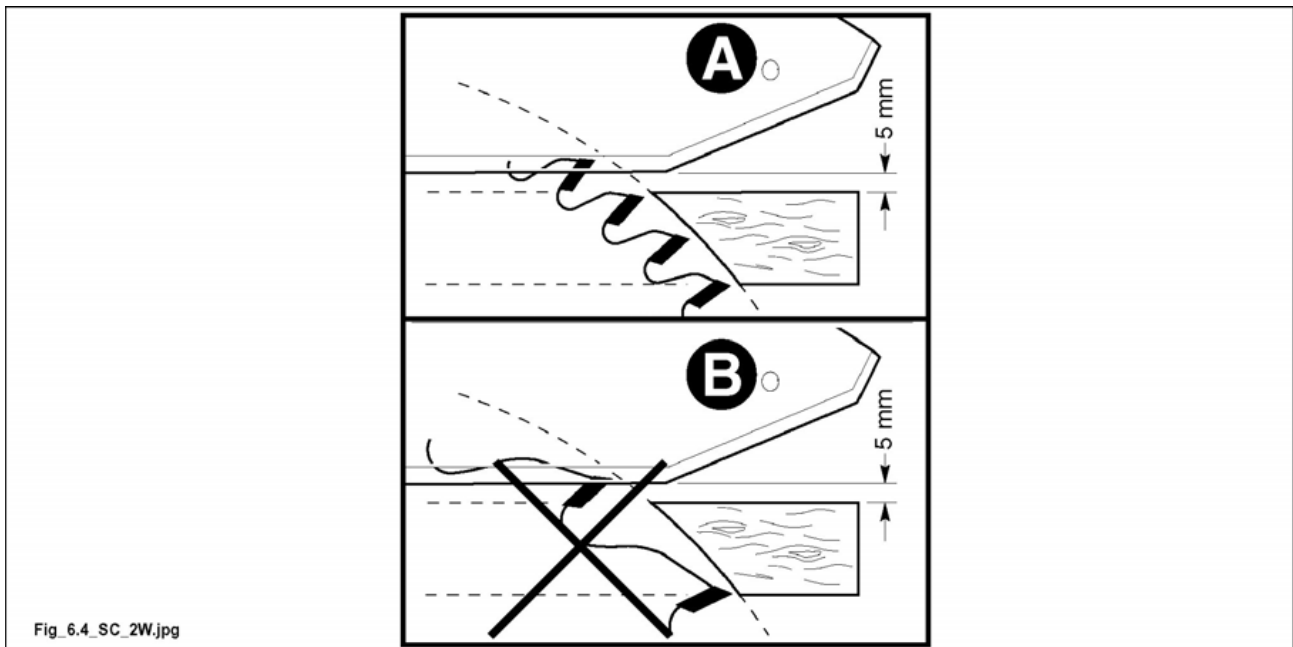

Fig. 6.4
- När man väljer tandning ska man komma ihåg att det krävs att minst 2-3 eggar arbetar på samma gång för att få en god skärning (A fig. 6.4). Om det är endast en egg som arbetar (B fig. 6.4) blir skärningen inte bra.